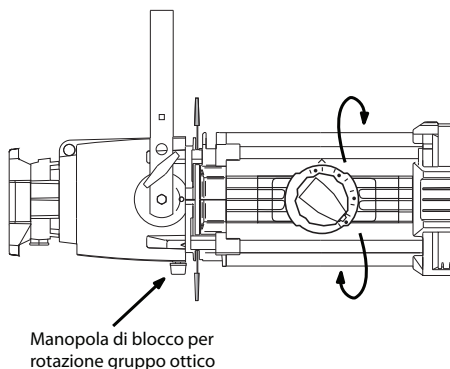

Fig.6
2. Ruotare il gruppo ottico nella posizione desiderata (fig.6).